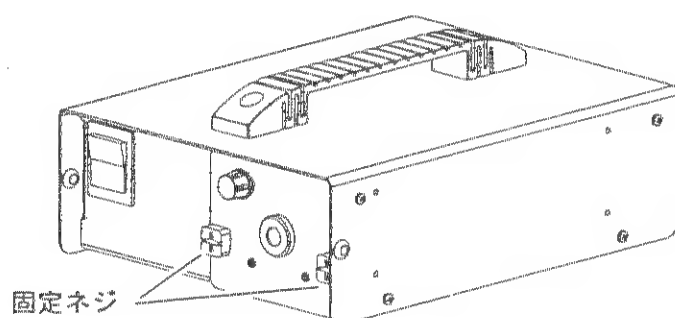

図 2-1
- 2.1 コインまたは類似の工具を利用して2つの固定ネジを反時計方向に回して緩め、次に配線を引張らないように注意しながらランプアセンブリ全体を引出します (図 2-1 参照)。